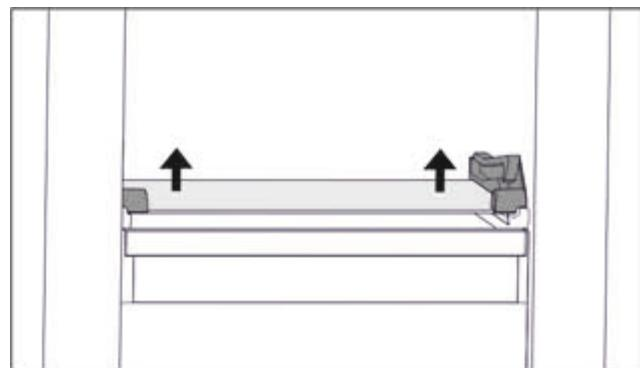

Fig. 63 Скляна пластина відкидного висувного ящика
- Скляну пластину натиснути з обох боків знизу вгору. (див. Fig. 63)